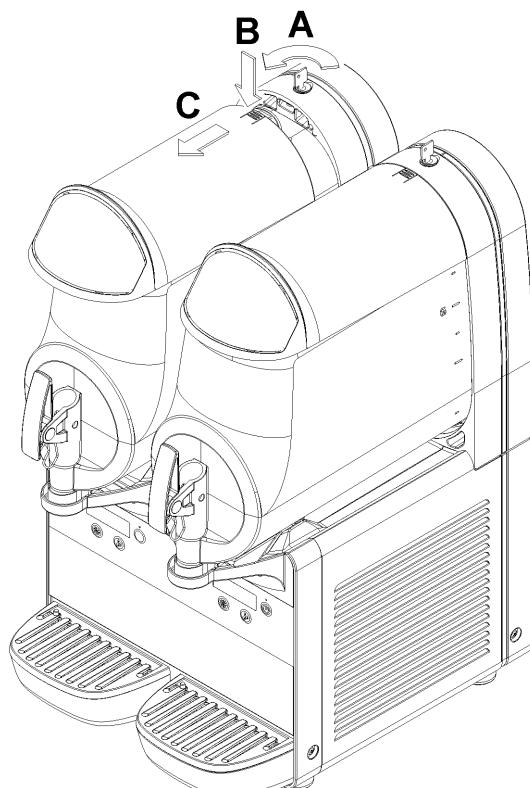

figure 2
- 1** Pour enlever le couvercle du bac, appuyer sur la touche supérieure et faire glisser le couvercle vers l'avant du bac. Si le couvercle est équipé d'une serrure de sûreté pour sa fermeture, tourner la clé en sens antihoraire pour déverrouiller la touche d'ouverture (voir figure 2).